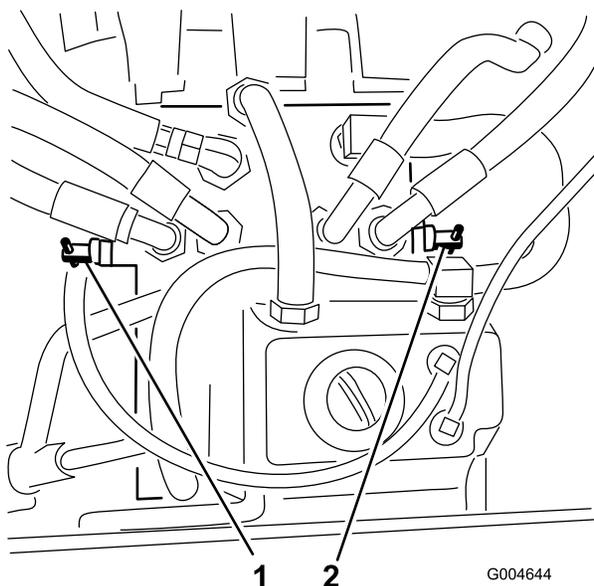

Figura 34
3. Rode cada válvula de derivação no sentido contrário aos ponteiros do relógio 1 volta (Figura 34).
Rode cada válvula de derivação no sentido dos ponteiros do relógio 1 volta e aperte-as à mão (aperte cerca de 8 Nm) (Figura 34).